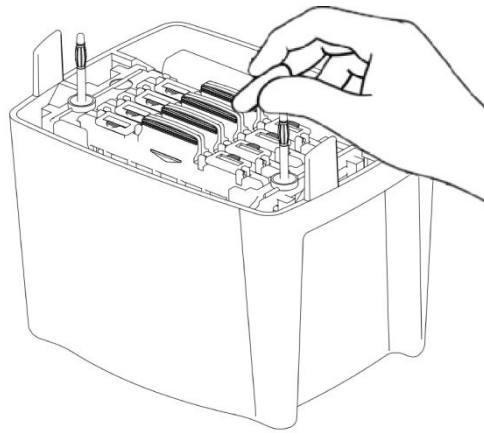

图 5 在缓冲液槽中加入搅拌子
- (7) 放入搅拌子帮助维持转膜缓冲液的温度和离子强度均匀，设定尽可能快的转速以使离子分布均衡(参照图 5)；